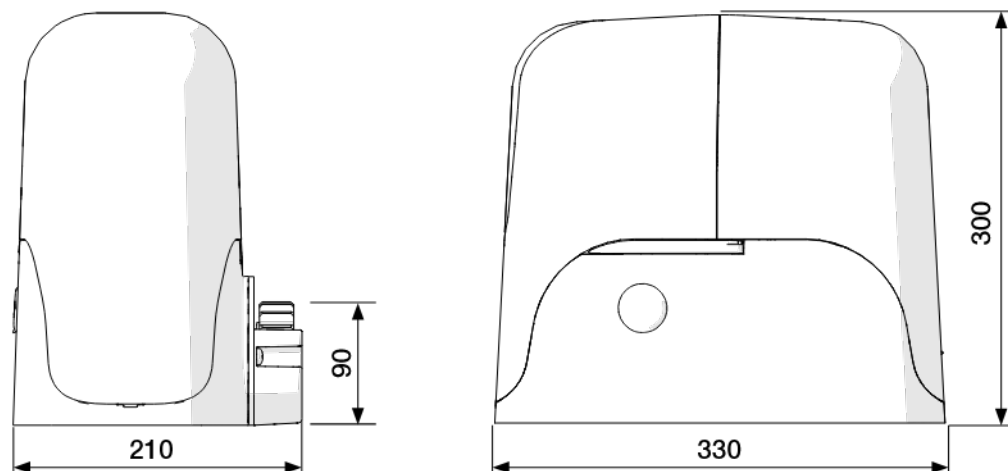

Fig. 2 IT - Installazione tipica
Na rys.2 przedstawiono tytułem przykładu typowy sposób instalacji:
- W przypadku uszkodzeń lub braku zasilania: W oczekiwaniu na interwencję Państwa instalatora lub na powrót energii elektrycznej, jeśli instalacja nie jest wyposażona w baterię rezerwową, system automatyki może zostać uruchomiony jako urządzenie nieautomatyzowane. W tym celu należy przeprowadzić odblokowanie ręczne (rys.2).
Odblokowanie i przesuw ręczny: przed wykonaniem tej czynności, należy zwrócić uwagę na fakt, iż odblokowanie może mieć miejsce tylko wtedy, gdy skrzydło jest nieruchome (rys.2).